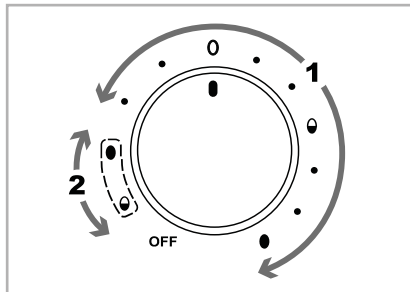

Abb. 1
- 1) Drehen Sie den Drehregler 9 in die Position, die dem gewünschten Härtegrad der Eier entspricht. Benutzen Sie den Einstellbereich „1“ (siehe Abb. 1) mit den Symbolen und den dazugehörigen Punkten davor:
Für den ersten Kochvorgang gilt der Einstellbereich „1“ mit den Symbolen und den dazugehörigen Punkten davor. Für den zweiten Kochvorgang gilt der Einstellbereich „2“ mit den umstrichelten Symbolen (siehe Abb. 1).
- 2) Stellen Sie den Drehregler **9** in die Position, die dem weichsten Härtegrad der Eier entspricht (es gilt der Einstellbereich „1“, siehe Abb. 1). Die Kontrollleuchte **10** leuchtet auf und der Kochvorgang beginnt.
- 5) Setzen Sie den Deckel **3** wieder auf und drehen Sie den Drehregler **9** in die Position der umstrichelten Symbole (Einstellbereich „2“, siehe Abb. 1), die dem gewünschten Härtegrad für die im Gerät verbliebenen Eier entspricht: